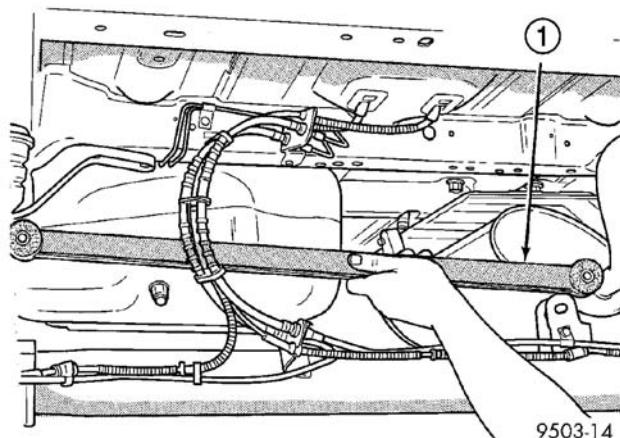
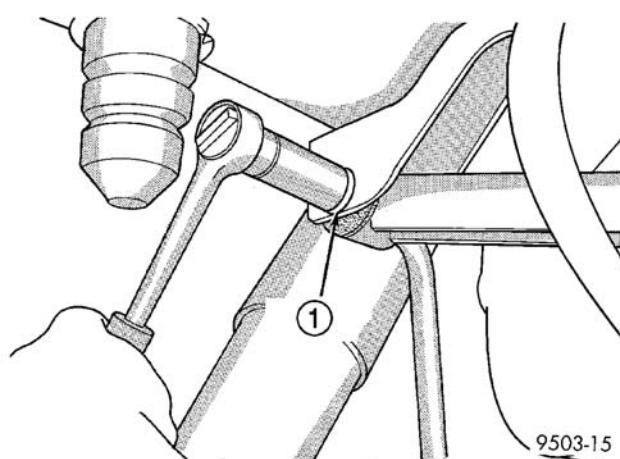

图 42 推力杆的安装 (典型)
图 43 推力杆螺栓的安装
- (1) 将稳定杆安装到后桥上 (图 42)。
- (2) 安装衬套固定件螺栓。此时不要紧固。
- (3) 安装连接连杆至稳定杆的螺栓。此时不要紧固。
- (4) 降下车辆，使整车重量落在四个轮胎上。在车辆处于整备高度的情况下，紧固下列螺栓至所列出的扭矩：
(1) 先将推力杆安装到车身上的推力杆座中 (图 42)。安装推力杆螺栓，螺栓头要朝向车辆的后部 (图 43)。不要拧紧。